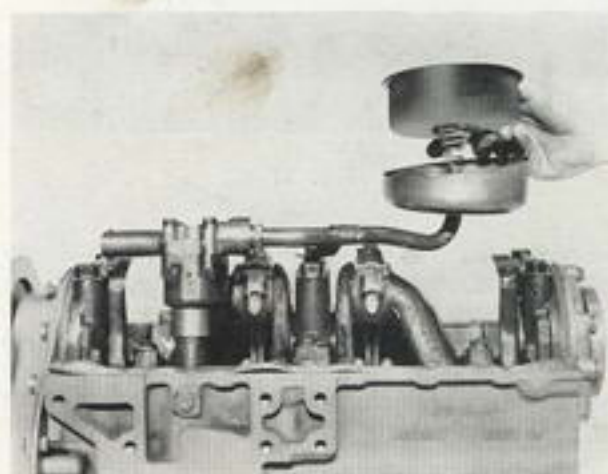

Fig. 19
- Monter la crépine et son ressort comme le montre la figure 19.